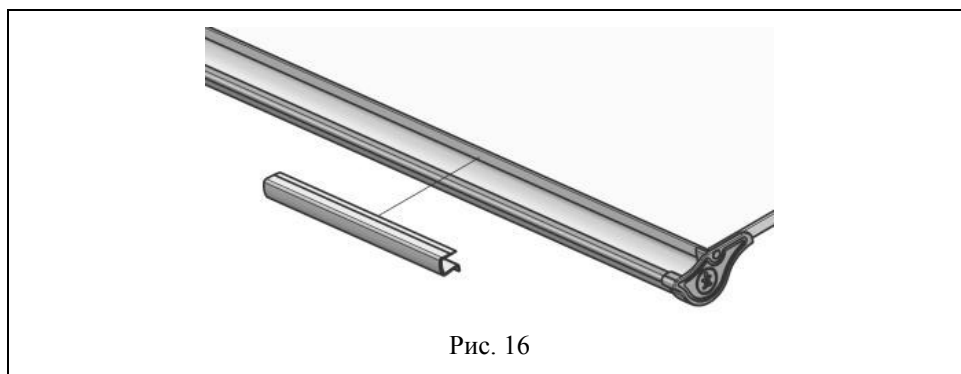

Рис. 16
**5.5.7** На столешницу надеть линейку с упором (поз. 1, пакет №2) согласно рис. 16.